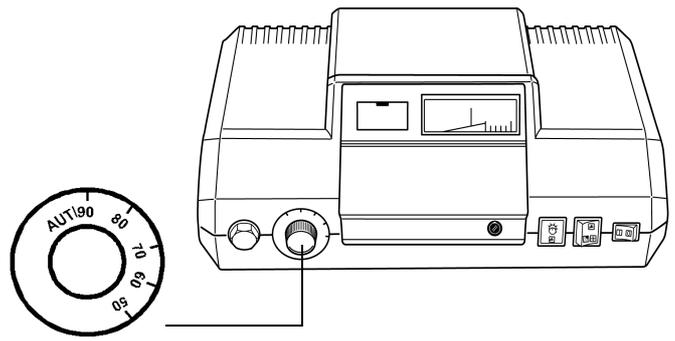

Fig. 1
- Retirer le bouton du thermostat d'eau de chaudière (fig. 1).